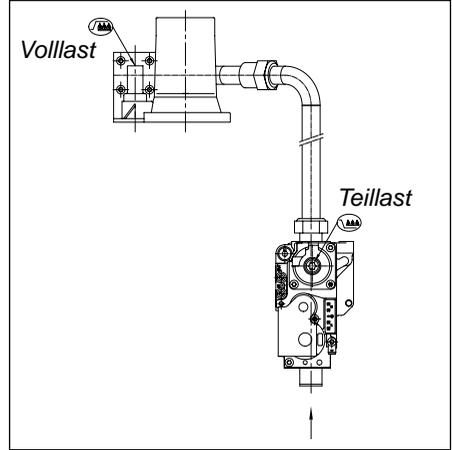

Bild 16 Einstellpunkte
- Die Einstellschraube Volllast (*siehe Bild 16*) im Uhrzeigersinn verstellen:
- Falls erforderlich mit der Einstellschraube Volllast, siehe Bild 16. nachstellen, so dass die in nachstehender Tabelle aufgeführten Werte erreicht werden.
- Nötigenfalls mit der Einstellschraube Teillast nachstellen, *siehe Bild 16*.